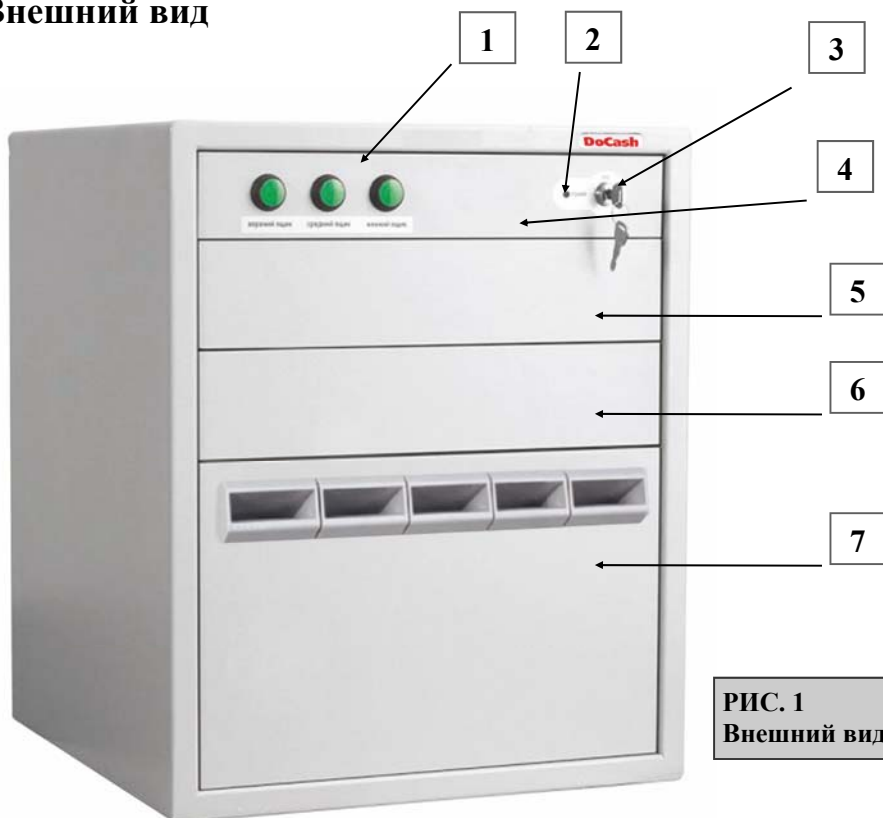

РИС. 1
2. Подключите сетевой кабель к блоку питания, затем низковольтный разъем блока питания воткните в гнездо, расположенное на задней стенке темпокассы (рис.2), при этом на панели управления красным цветом загорится индикатор сети (рис.1).